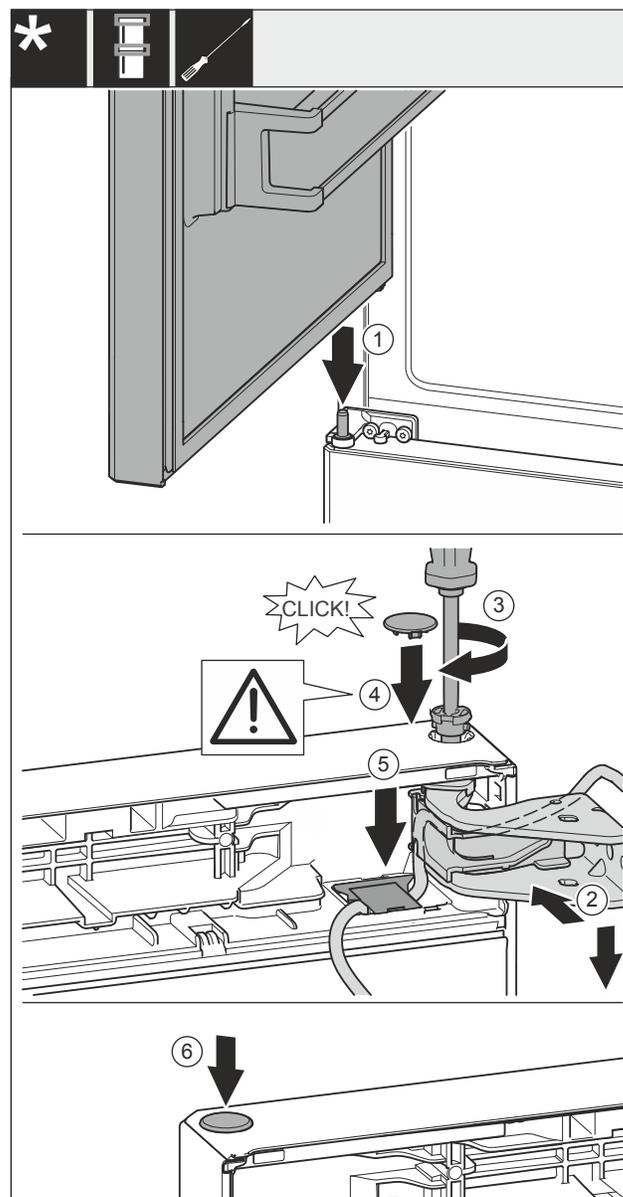

Fig. 46
- ▶ Obere Tür auf mittleren Lagerbolzen Fig. 46 (1) setzen.
- ▶ Tür oben zur Öffnung im Lagerbock Fig. 46 (2) ausrichten.
- ▶ Bolzen Fig. 46 (3) einsetzen und mit Schraubendreher festschrauben.
- ▶ Abdeckung Fig. 46 (4) einsetzen.
- ▶ Kontrollieren, dass die Abdeckung Fig. 46 (4) auf der Tür aufliegt.
- ▶ Abdeckung Fig. 46 (5) einsetzen und nach unten drücken bis sie einrastet.
- ▶ Abdeckung Fig. 46 (6) einsetzen.